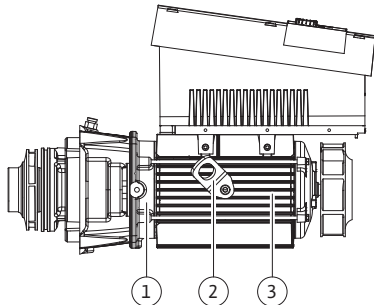

Fig. 13: Insteekset
Montagetechnisch behoren de waaier (Fig. 6, pos. 6) en het lantaarnstuk (Fig. 6, pos. 7) tot de insteekset (Fig. 13).
Daarbij worden de transportogen (Fig. 13, pos. 2), van de motorflens (Fig. 13, pos. 1) verwijderd, naar het motorhuis verplaatst en met dezelfde schroeven weer aan het motorhuis (Fig. 13, pos. 3) bevestigd.